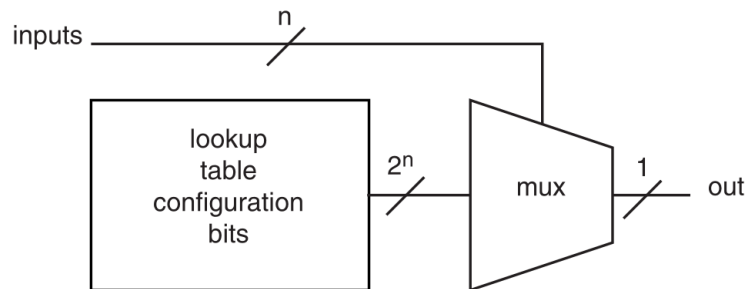

Figura 3.3: esquema de una tabla de búsqueda (LUT).
El método básico utilizado para construir un **bloque de lógica combinacional** (CLB), también llamado **elemento lógico** (LE), en un FPGA basado en SRAM es la **tabla de búsqueda** (LUT), cuyo esquema se puede ver en la Figura 3.3. La tabla de búsqueda es una SRAM que se usa para implementar una tabla de verdad. Cada dirección en la SRAM representa una combinación de entradas del elemento lógico. El valor almacenado en esa dirección representa el valor de la función para esa combinación de entradas de n variables. Una función de n entradas requiere una SRAM con 2^n posiciones. Dado que una SRAM básica no está sincronizada con un reloj, la tabla de búsqueda (LE) opera como cualquier otra puerta lógica: a medida que cambian sus entradas, su salida cambia tras un cierto retraso.